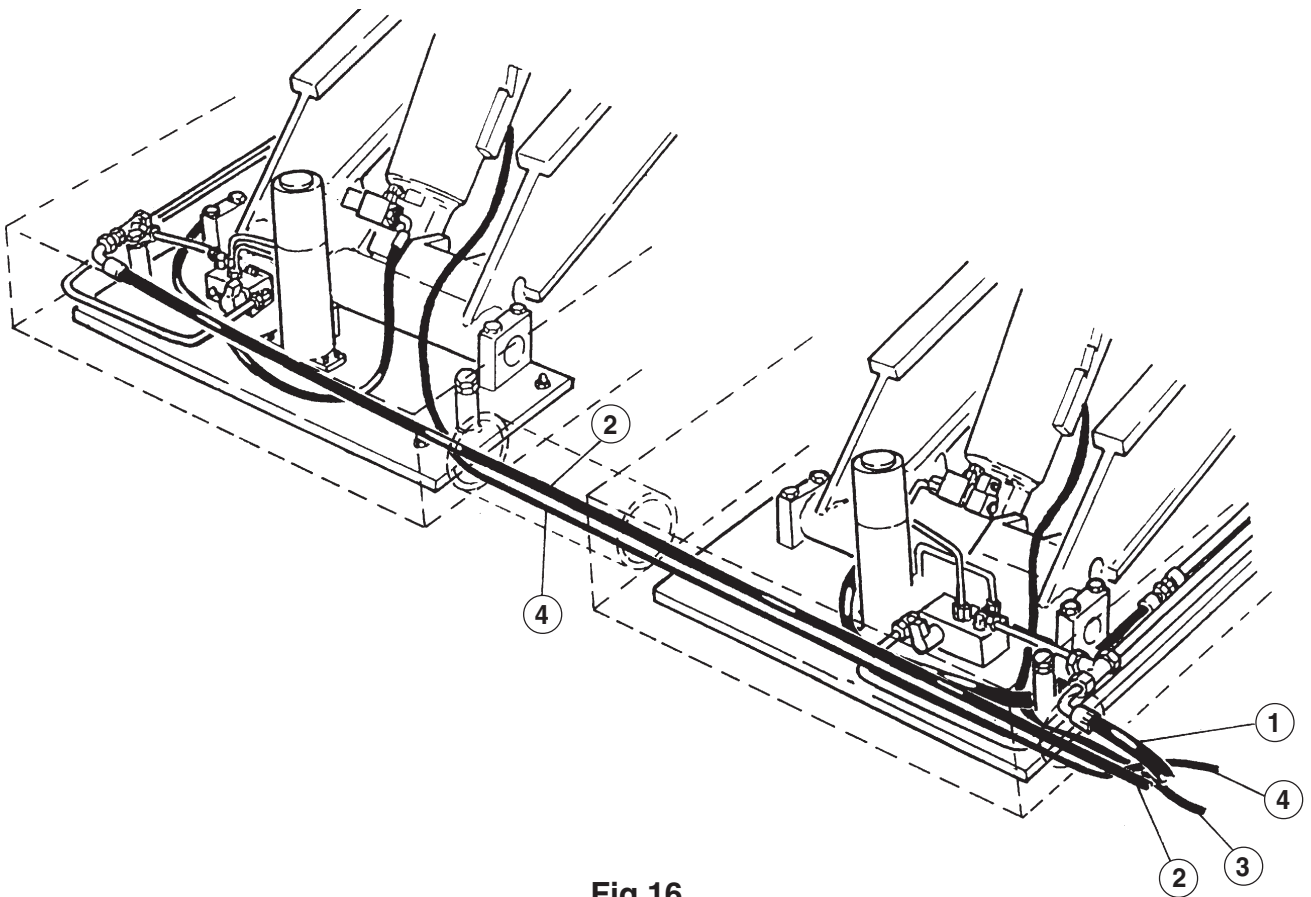

Fig.16
- A questo punto montare il circuito idraulico (vedi sez. 2.4 e fig. 16).
- Now fit the hydraulic circuit (see sect. 2.4 and fig. 16).
- Nun den Hydraulikkreis montieren (siehe Abs. 2.4 und Abb. 16).
- A ce point monter le circuit hydraulique (voir sec. 2.4 et fig. 16).
- A continuación hay montar el circuito hidráulico (ver sec. 2.4 y fig. 16).